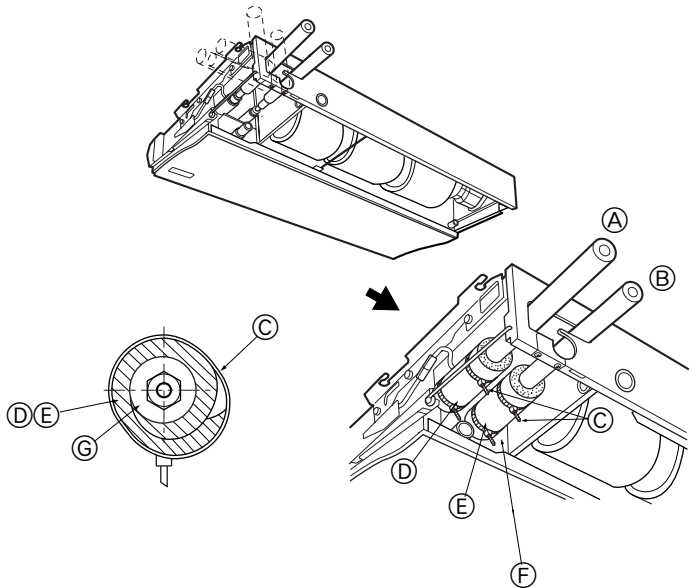

Fig. 4-2
4.2. Unidade interior (Fig. 4-2)